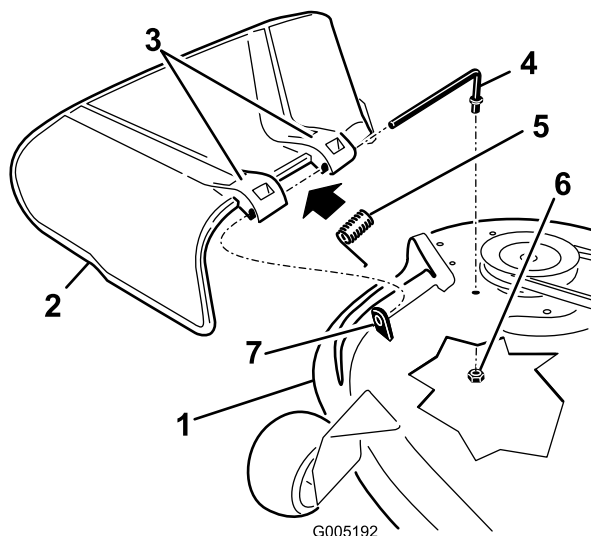

Figura 75
1. Retire la tuerca ($\frac{3}{8}$ ") de la varilla debajo del cortacésped (Figura 75).
2. Retire la varilla del espaciador corto, del muelle y del deflector de hierba (Figura 75).
4. Vuelva a colocar el deflector de hierba (Figura 75).
7. Deslice la varilla por el segundo soporte del deflector de hierba (Figura 75).
9. Sujete el extremo trasero de la varilla en el cortacésped con una tuerca ($\frac{3}{8}$ "), como se muestra en la Figura 75.